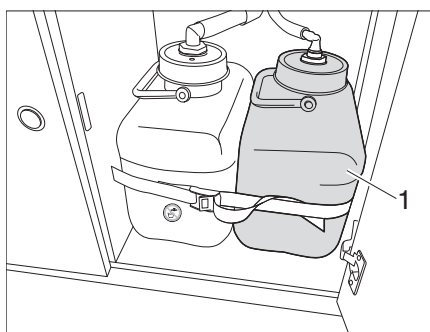
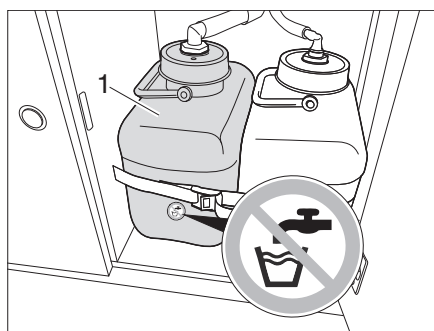
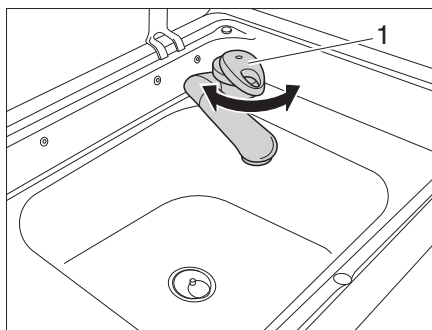

Fig. 93 Tanica dell'acqua
Fig. 94 Tanica per acque grigie
Fig. 95 Lavello con rubinetto dell'acqua
Il veicolo è equipaggiato con una tanica dell'acqua incorporata. Una pompa elettrica manda l'acqua al rubinetto dell'acqua (Fig. 95,1). Aprendo il rubinetto dell'acqua si accende automaticamente la pompa dell'acqua che manda l'acqua al punto di erogazione.
Capacità La tanica dell'acqua (Fig. 93/1) ha una capacità di circa 10 l.
La tanica delle acque grigie (Fig. 94/1) si trova nel blocco cucina.
- Ruotare il rubinetto dell'acqua (Fig. 95/1). L'acqua viene pompata verso l'alto dalla tanica dell'acqua (Fig. 93/1). La tanica delle acque grigie (Fig. 94/1) raccoglie le acque grigie.
- Ruotare indietro il rubinetto dell'acqua (Fig. 95/1). La pompa nella tanica dell'acqua si arresta.